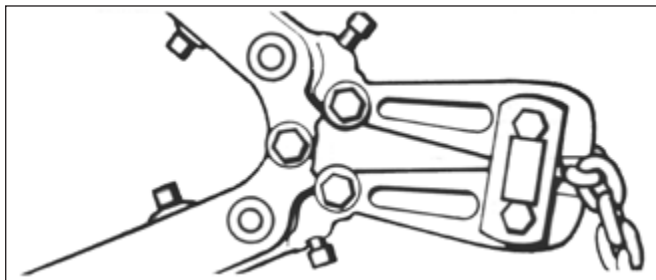

Figure 22. Coupe de la chaîne avec un coupe-boulons
2. Utiliser un coupe-boulons (figure 22) de type H.K. Porter n° 0590MTC avec mâchoires de coupe spéciale pour la coupe des chaînes trempées (surface de coupe de 25,4 mm (1 po)).